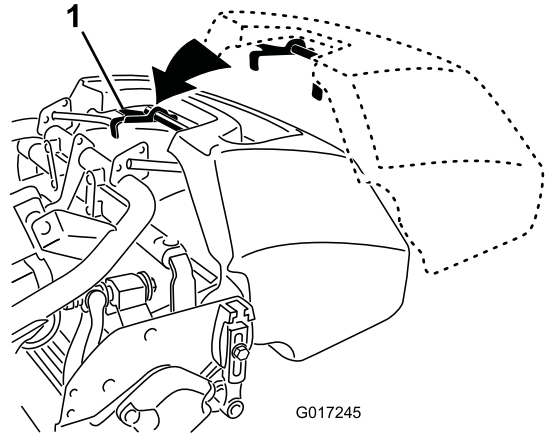

Figura 17
1. Sujete el recogedor por el asa (Figura 17).
2. Guíe el reborde del recogedor entre las chapas laterales de la unidad de corte y por encima del rodillo delantero (Figura 17).
3. Instale los ganchos del recogedor sobre el tubo del bastidor (Figura 17).